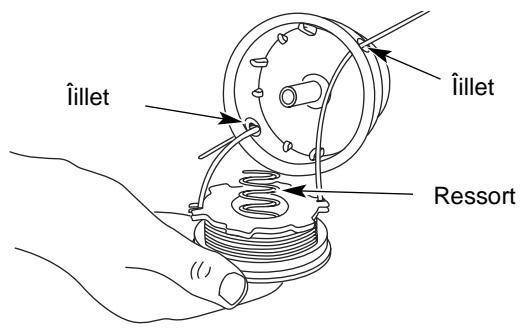

Fig. 22
13. Insérez les extrémités du fil dans les lèvres de la bobine extérieure et placez le moulinet et le ressort dans la bobine (Fig. 22). Enfoncez le moulinet et la bobine ensemble. Tout en tenant le moulinet et la bobine, saisissez les extrémités et tirez
5. Insérez les extrémités du fil dans les lèvres de la bobine extérieure (Fig. 22).